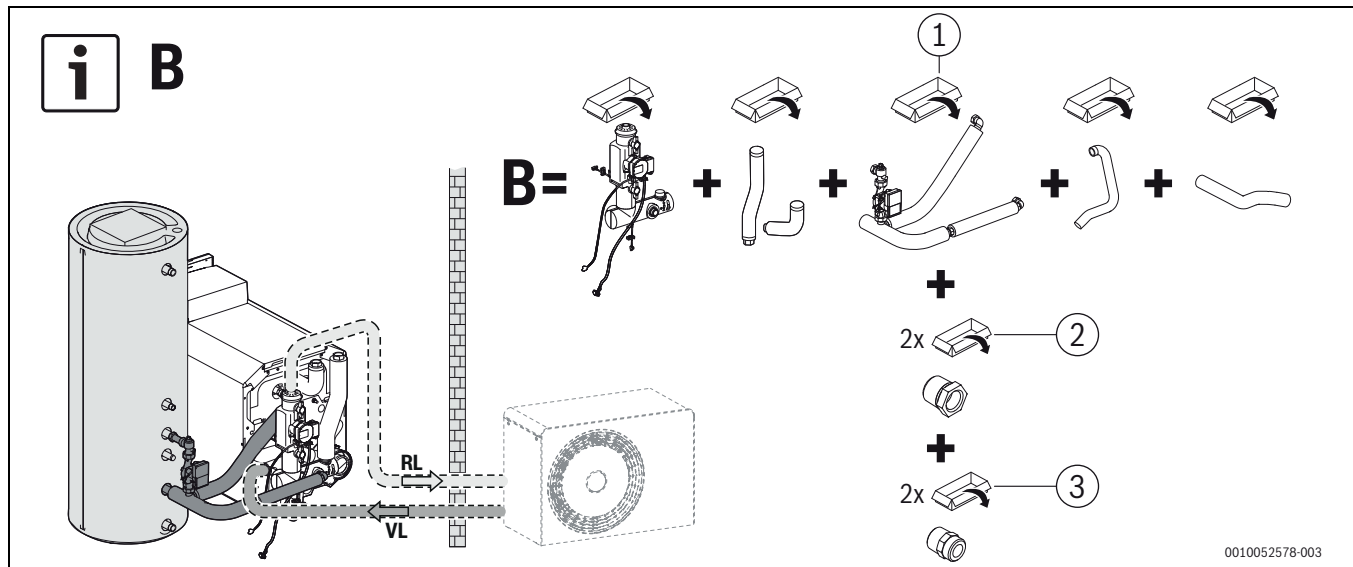
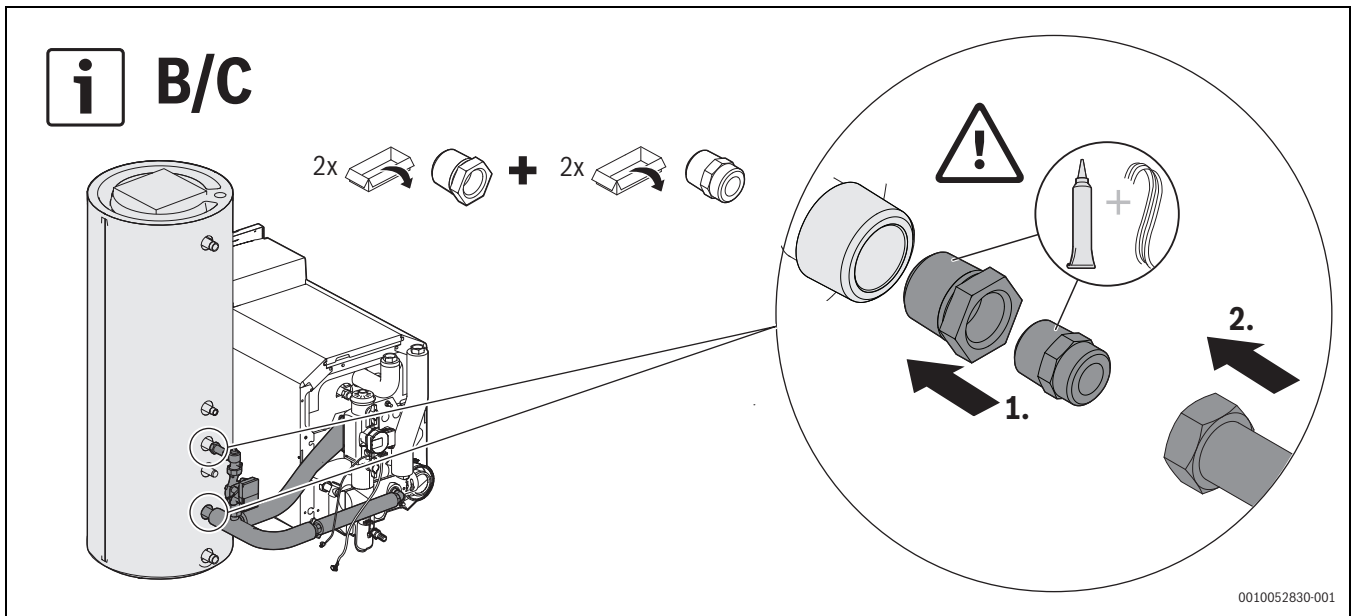

Fig. 8 Connexion ballon vertical à droite, variante B, exemple d'illustration pour taille de chaudière 18 kW
Fig. 10 Montage connexion ballon ballon vertical, variantes B et C
- ▶ Monter l'assemblage de la tuyauterie conformément à la variante prévue (→ fig. 8 – fig. 10) (→ respecter la notice d'installation à part du set de connexion ballon) ; **variantes B, C.**